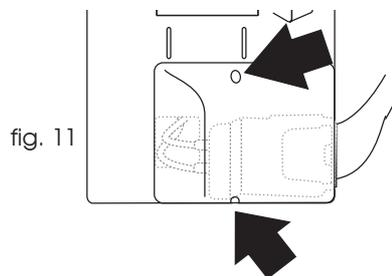

fig. 11
- 11) Aplique la tapadera de protección para empalmes rápidos desenroscando los 2 tornillos, situados en la unidad externa. Monte la tapadera y enrosque a continuación los tornillos (fig. 11).